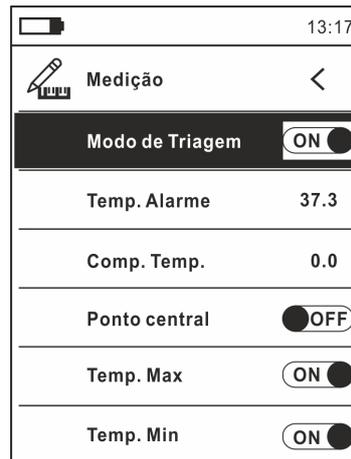

Fig. 5: Menu Medição
4. Selecione o modo "Triagem", defina o limite de temperatura do alarme e ative a exibição do cursor "S" (ponto central fixo) na tela dentro do menu " Medição " (ver § 5.2 – Fig.5)